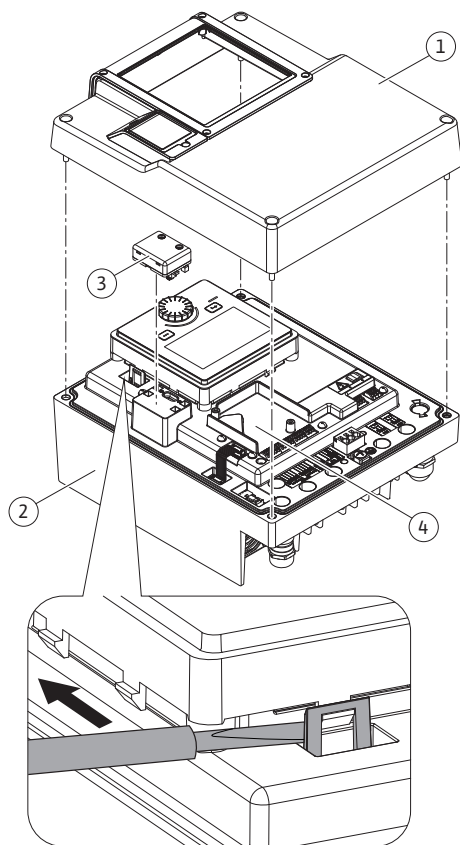
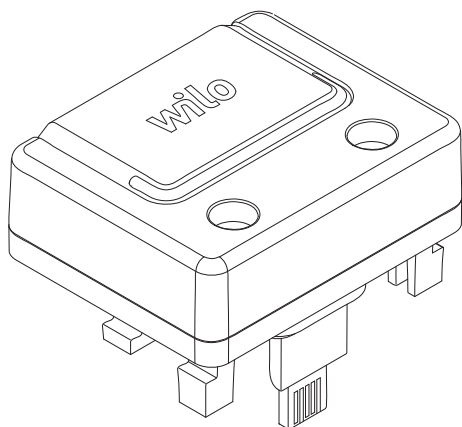

Fig. 26: Elektronický modul
Fig. 27: Modul Wilo-Smart Connect BT
Rozhraní Bluetooth modulu Wilo-Smart Connect BT (Fig. 26, poz. 3 a Fig. 27) slouží pro připojení k mobilním koncovým zařízením, jako je chytrý telefon nebo tablet. Funkce Wilo Smart Connect je k dispozici v aplikaci Wilo asistent. Pomocí funkce Wilo-Smart Connect můžete čerpadlo obsluhovat, seřizovat a načítat údaje z čerpadla. Pro nastavení viz kapitola „Uvedení do provozu“ [► 47].
1. Povolte čtyři šrouby vrchního dílu elektronického modulu (Fig. 26, poz. 1; Fig. I, poz. 2).
3. Modul Wilo-Smart Connect BT zasuňte do připraveného rozhraní Wilo-Connectivity Interface. Viz Fig. 26, poz. 3.
Moduly CIF (příslušenství) slouží pro komunikaci mezi čerpadly a management systémem budovy. Moduly CIF se zasunují do elektronického modulu (Fig. 26, poz. 4)